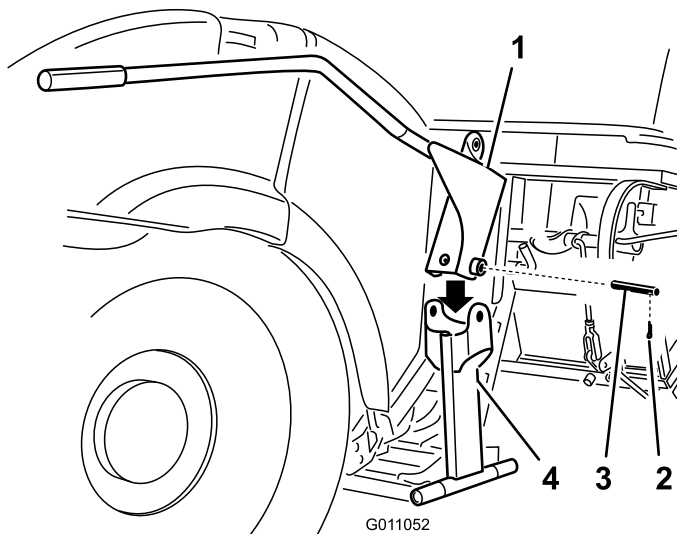

Figura 10
1. Coloque el conjunto de la palanca sobre el soporte de la palanca (Figura 10).
2. Sujete el conjunto de la palanca con una clavija y un pasador cilíndrico (Figura 10).